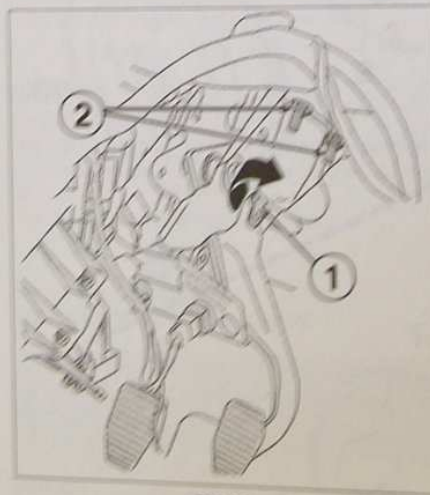

FIG. 11
- l'axe de liaison (1) de la tige de poussée du servofrein à la pédale de frein (Fig. 11).
- les écrous de fixation (2) du servofrein sur le pédalier.